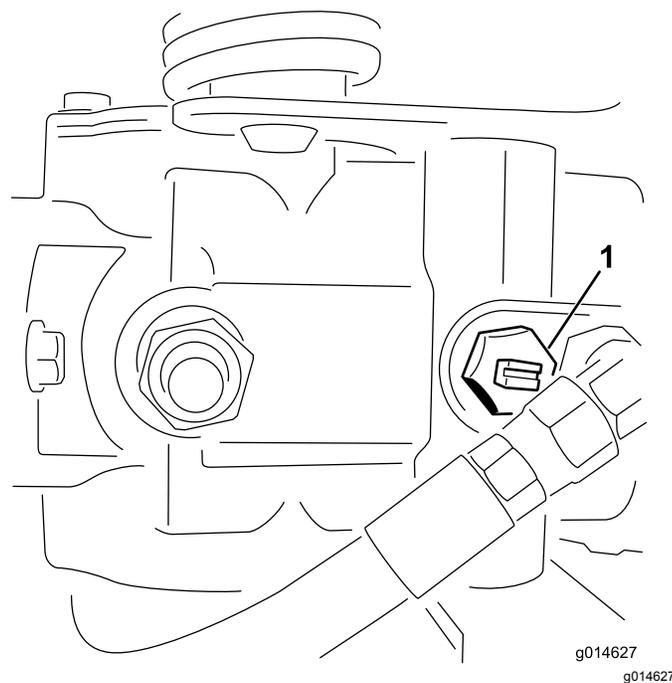

Рисунок 42
1. Найдите на насосе перепускной клапан и поверните его так, чтобы паз был вертикален (Рисунок 42).
2. Перед запуском двигателя закройте перепускной клапан, повернув его так, чтобы паз был горизонтален (Рисунок 42). Не запускайте двигатель, когда клапан открыт.